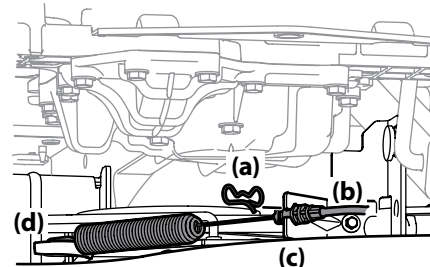

Figura 4-11
- Extraiga el pasador de chaveta (a) que sujeta el cable de la PTO (b) al soporte (c) de la plataforma, deslice el cable de la PTO (b) fuera del soporte (c) y desenganche el resorte de la ménsula intermedia (d). Consulte la Figura 4-11.